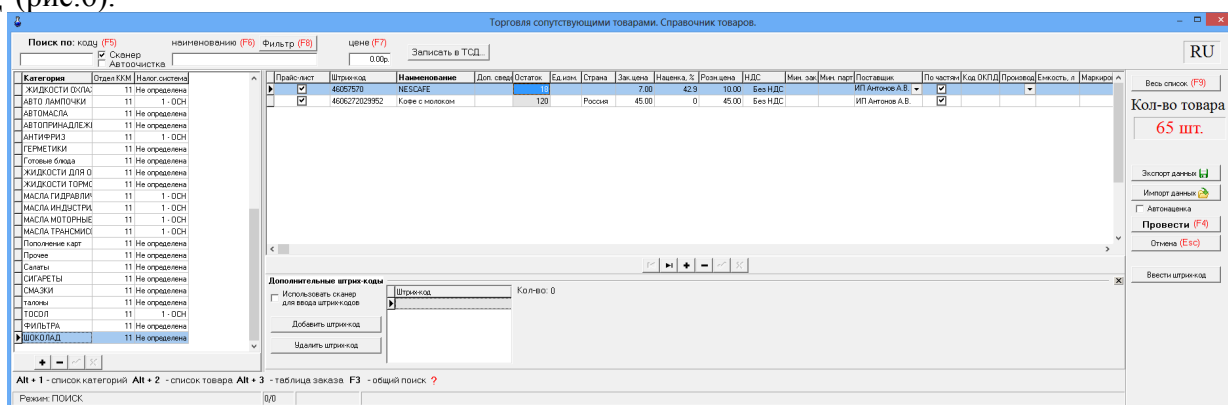
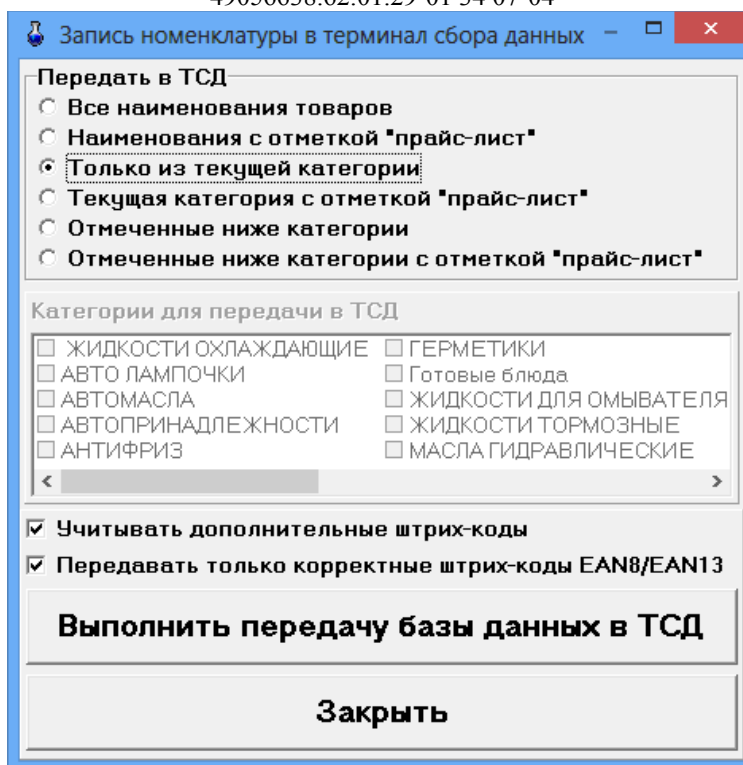

Рис. 5
Рис. 6
2.2.1. Откройте окно «Справочник товаров» (меню Магазин \ Справочники \ Товары), щелкните на "Записать в ТСД" (рис.5), затем нажмите кнопку "Выполнить передачу базы данных в ТСД"(рис.6).